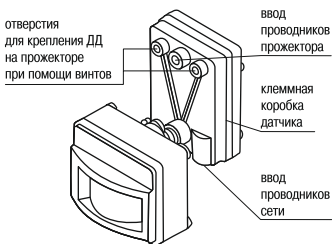

Рисунок 16. Конструкция датчика движения ДД017
– датчики ДД-017, ДД-019 установите на прожекторе, для этого: открутите установочные винты и снимите с прожектора коробку ввода, на её место при помощи винтов (рисунок 16) установите датчик.
– ведите проводники прожектора (L, N, PE) в центральное отверстие в клеммной коробке датчика (рисунок 16). Подключите провода питания согласно 5.2.1. Установите прожектор на монтажной поверхности.